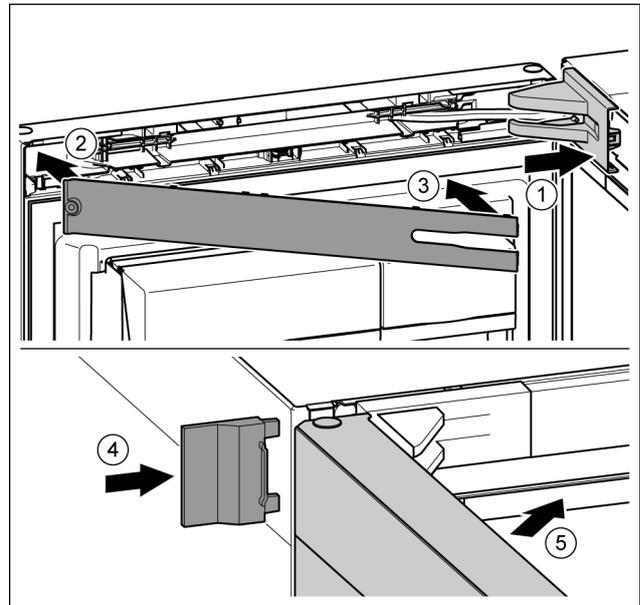

Fig. 43
- ▶ Lagerbockabdeckung aufsetzen und eingerasten, ggf. vorsichtig auseinanderdrücken. Fig. 43 (1)
- ▶ Blende aufsetzen. Fig. 43 (2)
- ▶ Blende einschwenken und eingerasten. Fig. 43 (3)
- ▶ Äußere Abdeckung aufschieben. Fig. 43 (4)
- ▶ Obere Tür schließen. Fig. 43 (5)